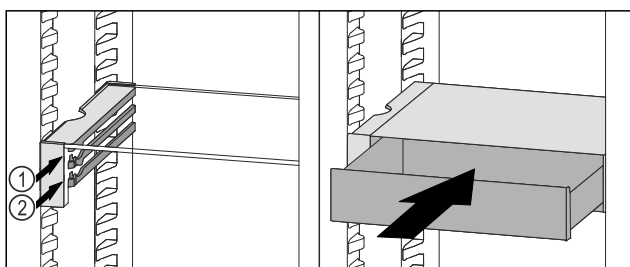

Fig. 174
- Predal VarioSafe namestite za zaustavljalnimi elementi na želeni nastavek Fig. 174 (1) ali Fig. 174 (2).